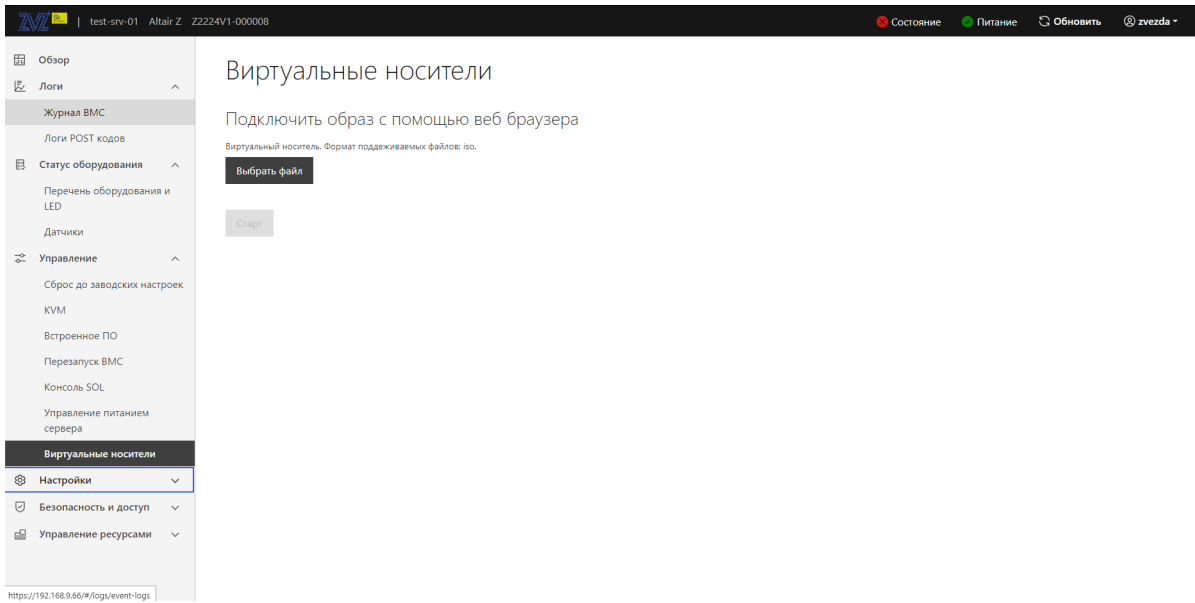

Рис. 87. Окно «Виртуальные носители»
- 7) Пройдите во вкладку «Управление» → «Виртуальные носители» в данной вкладке осуществляется виртуальное подключение периферийных устройств. Окно показано на рис. 87 Окно «Виртуальные носители»